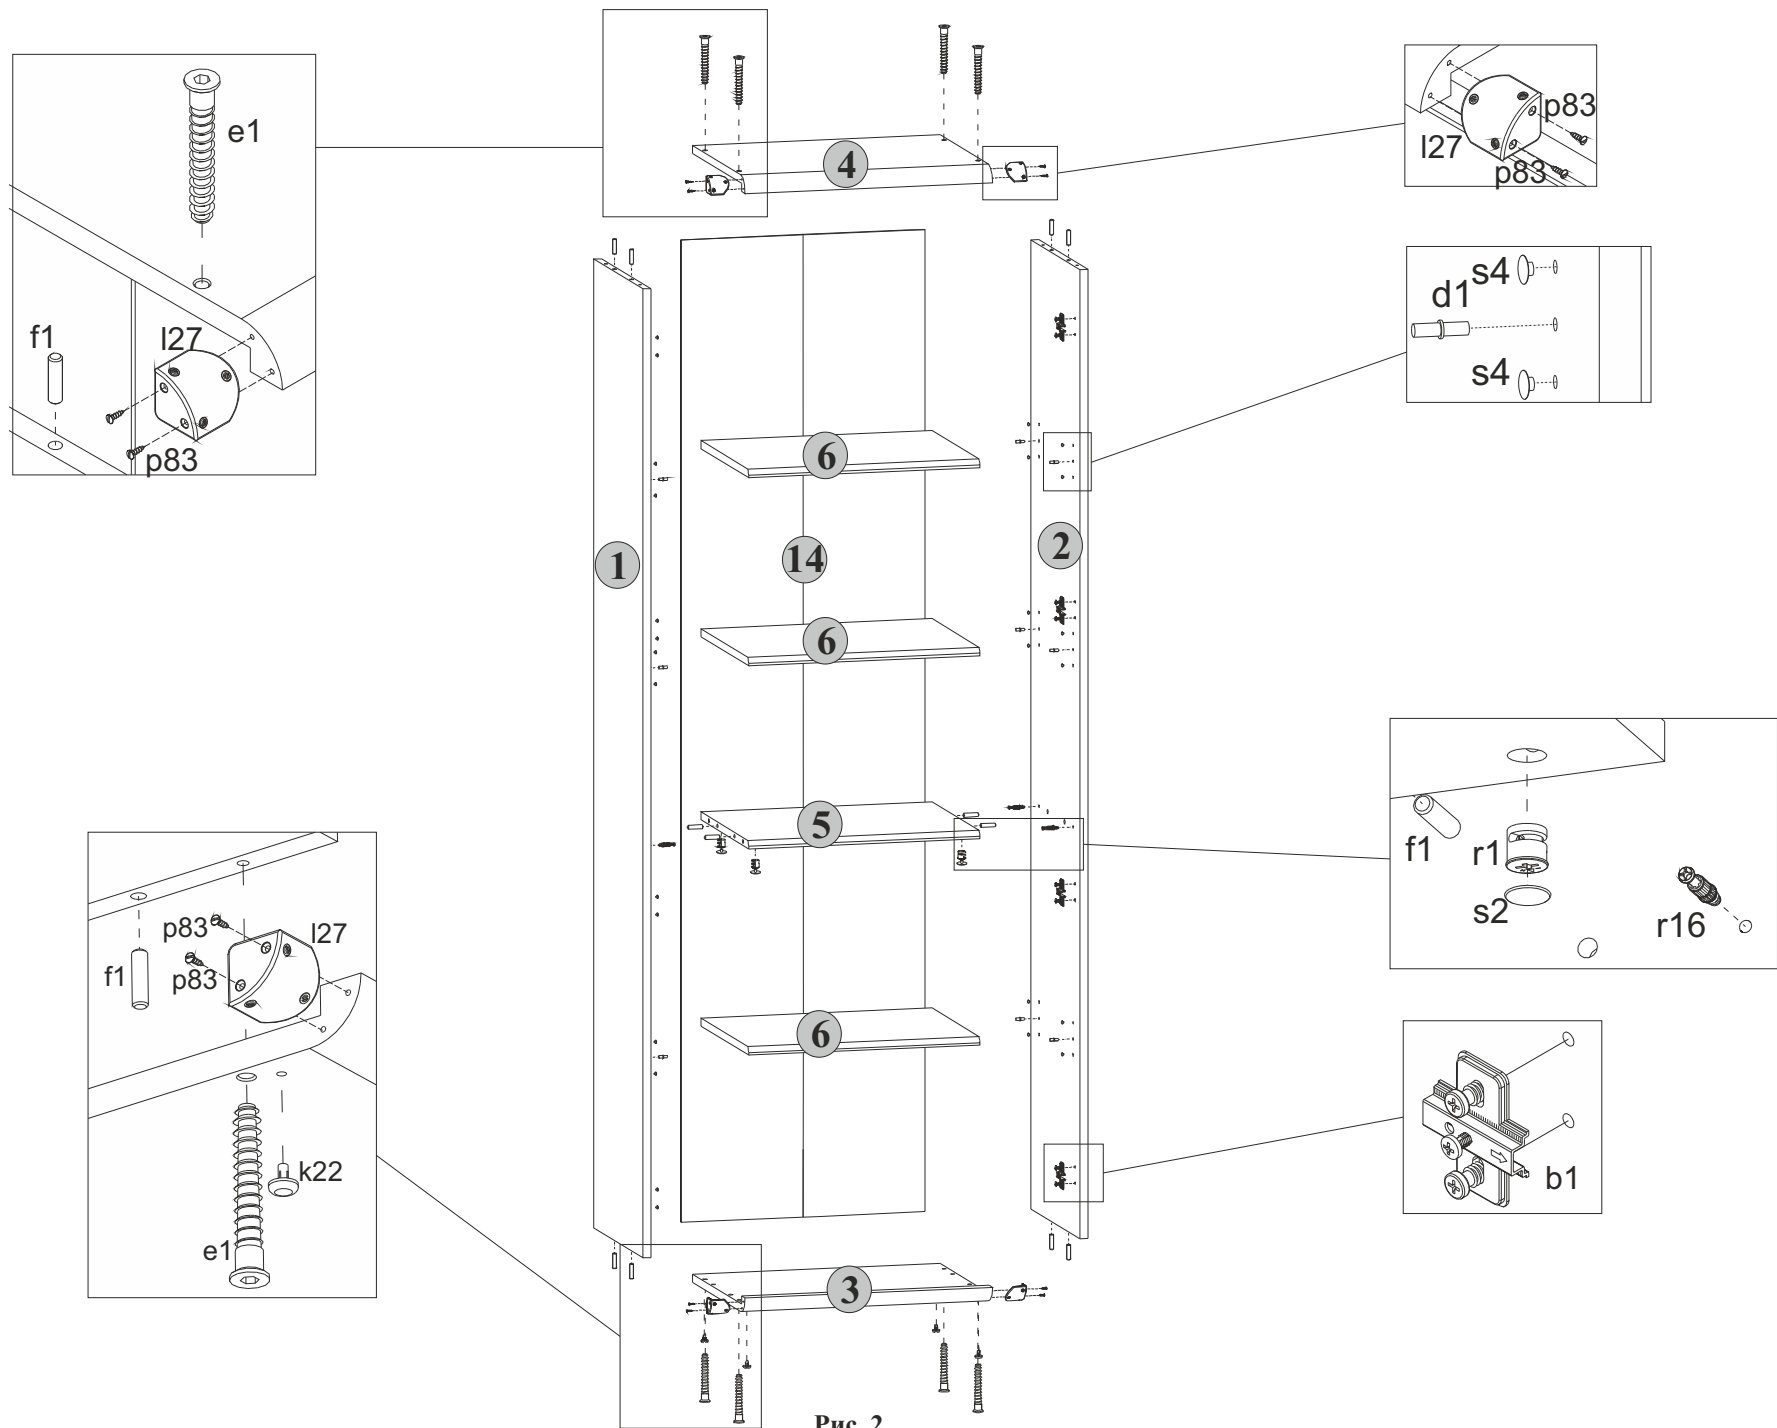

Рис. 2
зависимости от уровня расположения полок вкладные вставить полкодержатели **d1**. Оставшиеся отверстия закрыть заглушками **s4** (см.рис. 2).
5.6 На нижней поверхности полки соединительной **5** в отверстия диаметром **15 мм** вставить стяжки эксцентриковые **r1** (см.рис. 2).
5.7 В отверстия диаметром **4,5 мм** на нижней поверхности щита нижнего **3** вставить опоры полимерные **k22** (подпятники) (см.рис. 2).
5.8 К стенкам боковым **1 и 2** присоединить щиты нижний **3** и верхний **4** и стянуть еврошурупами **e1**, пользуясь специальным ключом **z1** из комплекта фурнитуры (см.рис. 2).
5.2 В отверстия диаметром 8 мм на верхних и нижних краях стенок боковых 1 и 2, а также на боковых краях полки соединительной 5 вбить деревянные шканты f1 (см.рис. 2).
5.4 В отверстия диаметром 5 мм в центральной части на внутренних поверхностях стенок боковых 1 и 2 вкрутить винты стяжки r16 для установки полки соединительной 5, пользуясь крестообразной отверткой (см.рис. 2).